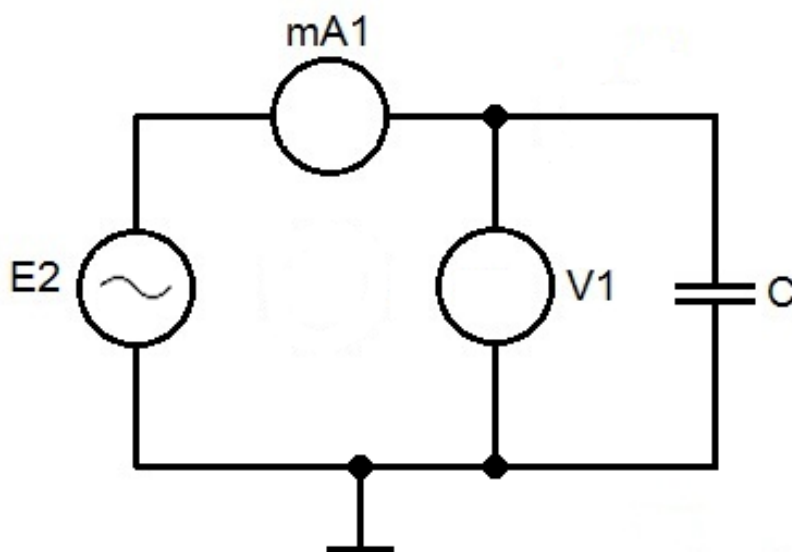

Рис. 2. Схема 2
1. Собрать исследуемую схему (рисунок 2), не присоединяя провод к зажиму источника!